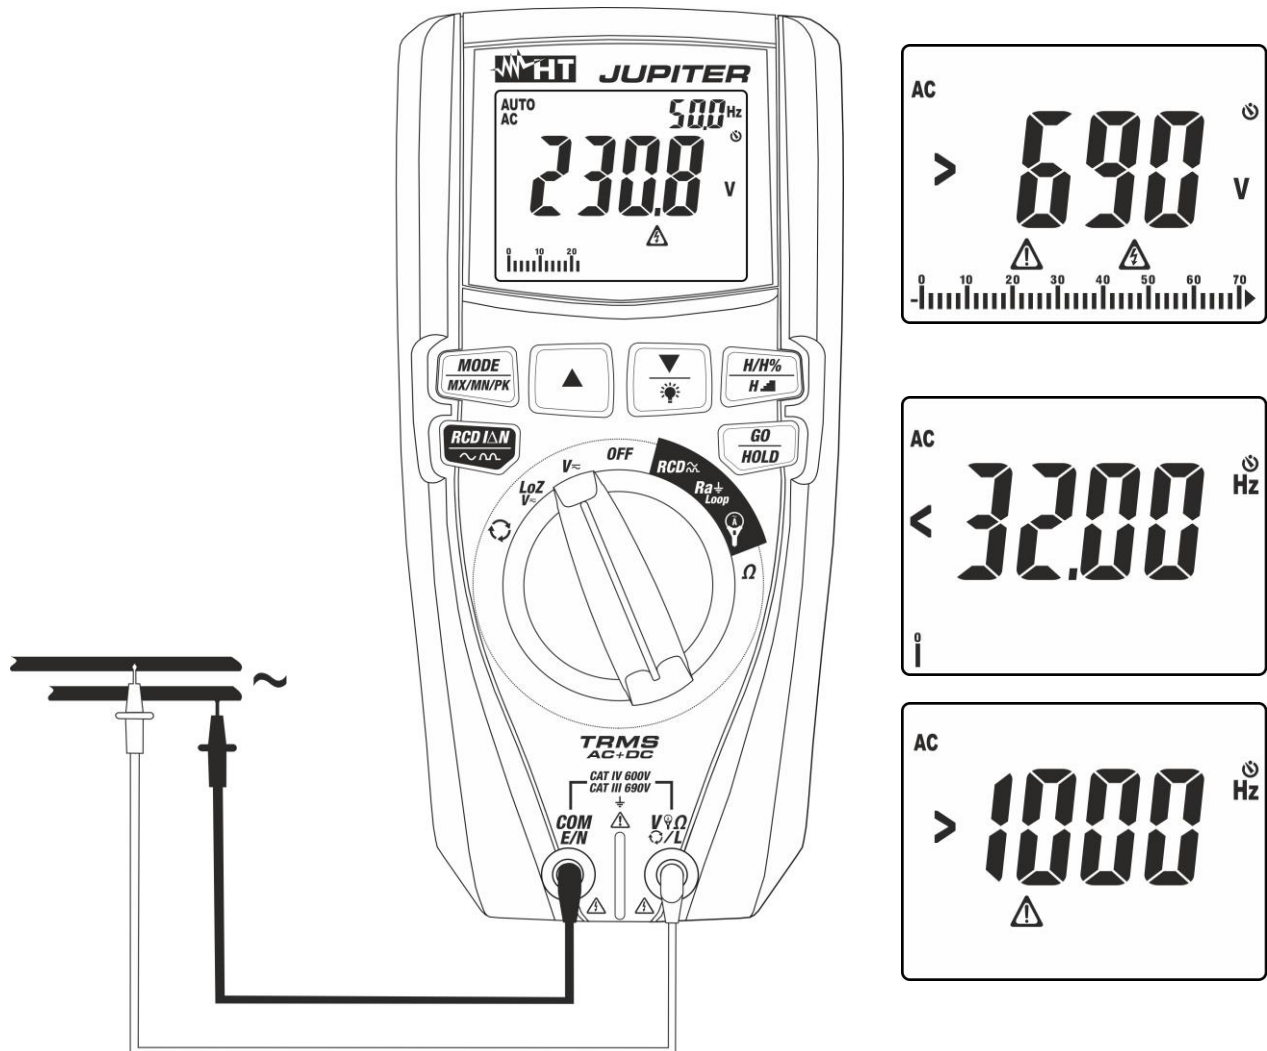

Fig. 9: Uso del instrumento para medida de Tensión CA
4. Posicione la punta roja y la punta negra respectivamente en los puntos del circuito en examen (ver Fig. 9). El valor de la tensión se muestra en pantalla. En la parte superior derecha del visualizador se muestra el valor de la frecuencia de la tensión. Pulse la tecla **MODE/MX/MN/PK** para mostrar el valor de la frecuencia con mayor resolución
5. Si en pantalla se muestra el mensaje ">690V" (ver Fig. 9) se ha alcanzado el fondo escala del instrumento
6. Si en pantalla se muestran los mensajes "<32Hz" o ">1000Hz" (ver Fig. 9) el valor de la frecuencia está fuera del intervalo de medida **32Hz ÷ 1000Hz**